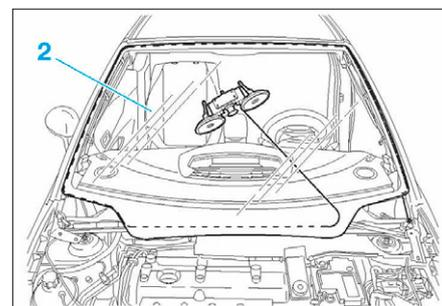

FIG. 81
- Placer le fil sur la périphérie du pare-brise (Fig.81).
- Couper le cordon de colle, puis déposer le pare-brise (2).